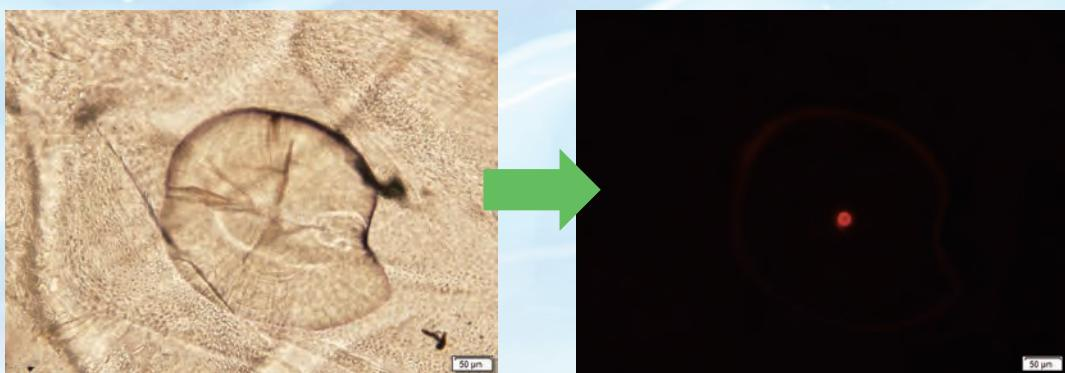

図2 ふ化稚魚の耳石 (標識あり)
- 採捕したワカサギ稚魚(全長2cm)の耳石を顕微鏡下で観察したところ、標識を確認でき(図2)、本耳石標識が野外調査に有効であると考えられました。
①耳石標識 標識の持続性と大量標識技術の開発